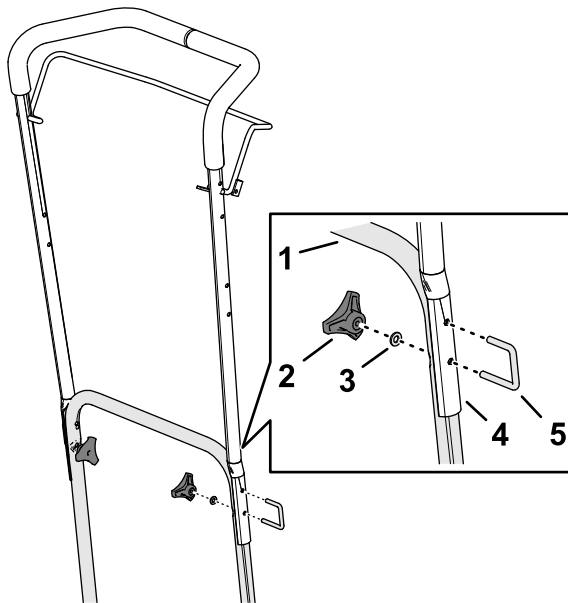

**Bild 8**
1. Fluchten Sie die Löcher im oberen Holm mit den Löchern im unteren Holm aus (Bild 8).